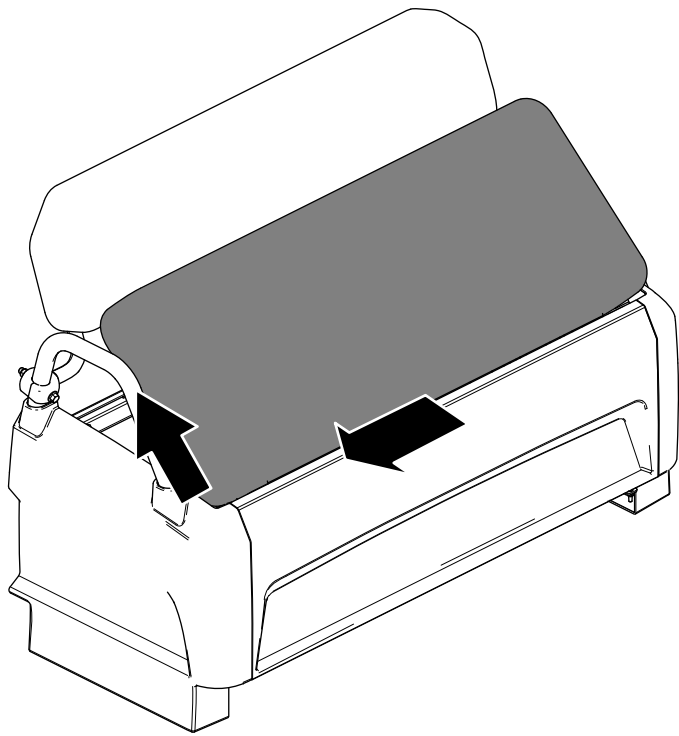

Figura 27
2. Deslice el cojín hacia un lado para liberarlo de los pasadores y levante el cojín (Figura 27).